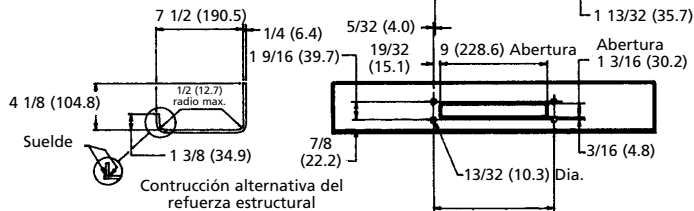

Figura 7
Si no se usa una placa de montaje Superwinch, consulte en la Figura 7 la guía para construir un sistema de montaje.
3. Conecte el cable largo codificado negro y el cable de tierra del paquete del solenoide a la caja del motor. Monte el cabrestante a la base del juego de montaje o al montaje que usted destinó para el efecto (ver la Figura 7).